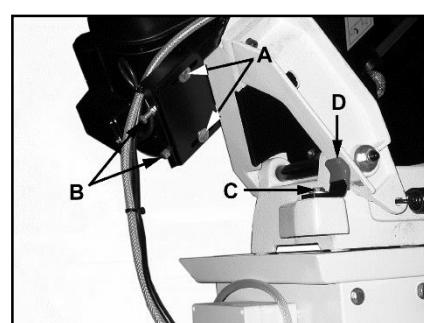

Рис.7
Открутите шестигранные винты (A, Рис. 7).
Открутите болт (С, Рис. 7) со скобы блокировки пильной рамы (D).